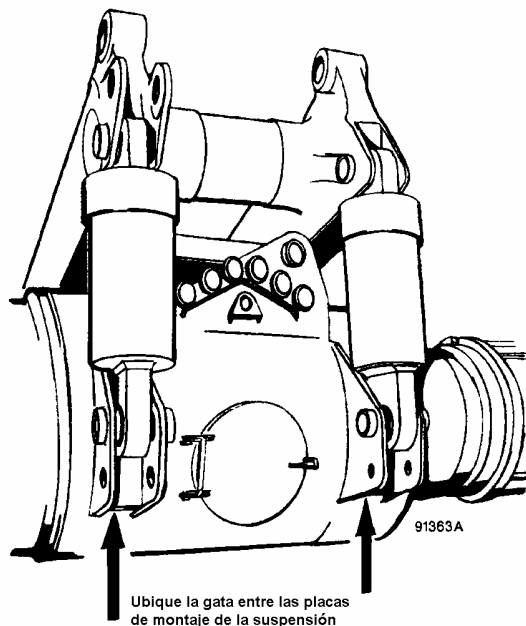

FIGURA 2-4. UBICACION DE LA GATA EN EL EJE TRASERO
1. Estacione el camión sobre un terreno nivelado y bloquee las ruedas delanteras. Coloque una gata debajo de las placas de montaje de la suspensión trasera como se muestra en la Figura 2-4.